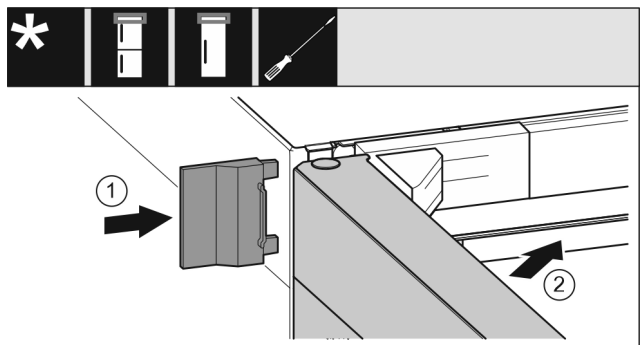

Fig. 21
- ▶ Насуньте зовнішню кришку. Fig. 21 (1)
► Закрийте верхні дверцята. *Fig. 21 (2)*